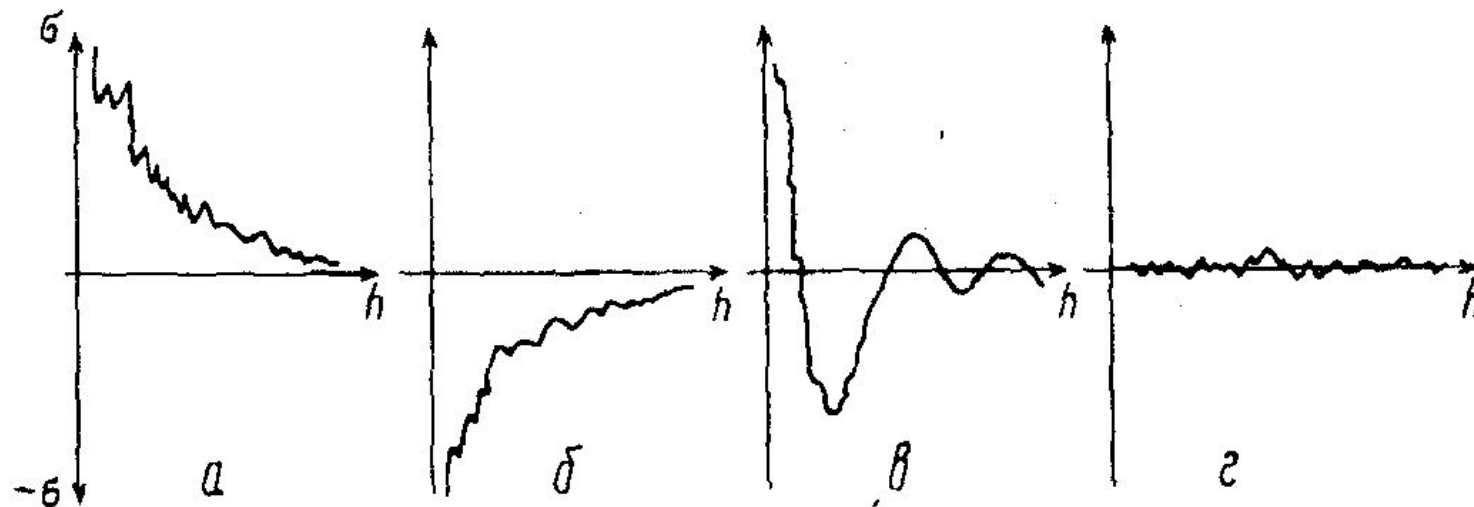

Рисунок 3.3 – Виды графиков напряжений поверхностных слоев
- Величина и знак напряжений поверхностного слоя целиком определяются методом обработки. Если в результате проведения ТП в слое образовались **растягивающие напряжения** (рисунок 3.3), то они могут складываться с напряжением, возникающим в детали при ее нагружении в ходе эксплуатации машины, что может привести к снижению прочностных свойств и даже поломке детали.
- При электрохимической обработке (рисунок 3.3 г).в поверхностных слоях практически не возникают дополнительные напряжения